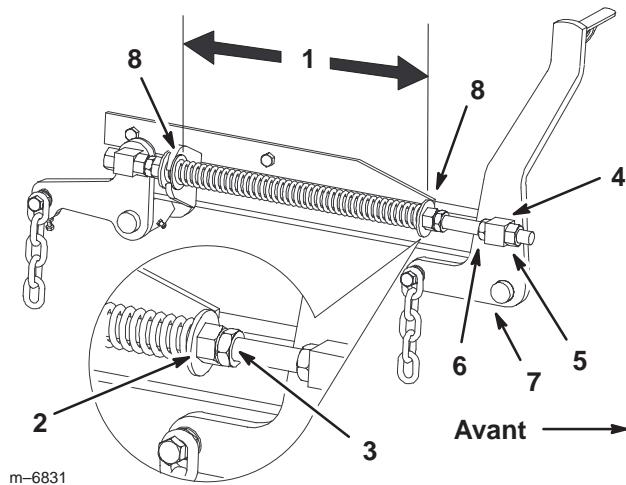

Figure 71
7. Desserrez d'environ 13 mm (1/2 pouce) les écrous de blocage à l'avant des pivots avant gauche et droit (Fig. 71).
8. Réglez les écrous de relevage sur les côtés gauche et droit de la machine de manière à abaisser l'avant de **6 à 10 mm (1/4 à 3/8 pouce) au point A par rapport au point B** à l'arrière (Fig. 71).
2. Vérifiez que les deux grandes rondelles sont bien espacées de 26,7 cm (10–1/2 pouces) (Fig. 71).
3. Réglez cette distance en desserrant l'écrou de blocage du ressort et en tournant l'écrou devant chaque ressort (Fig. 71). Tournez l'écrou dans le sens horaire pour raccourcir le ressort, et dans le sens inverse pour l'allonger.
4. Bloquez l'écrou en position en serrant l'écrou de blocage du ressort (Fig. 71).